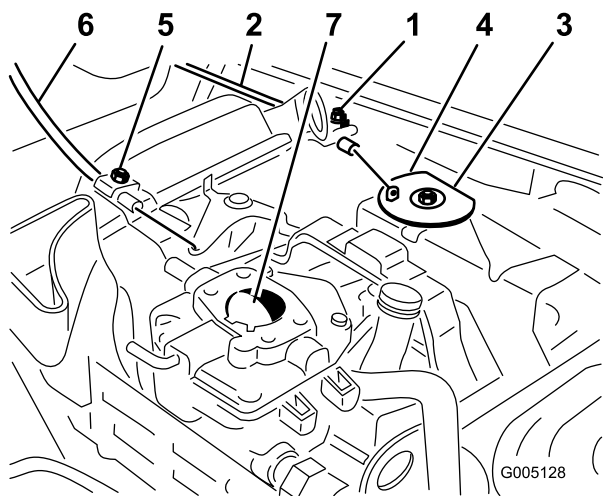

Figura 47
1. Liberte o parafuso que fixa o cabo ao motor (Figura 47).
- Puxe o cabo do acelerador até que a zona traseira da cavilha entre em contacto com o batente (Figura 47).
- Liberte o parafuso que fixa o cabo ao motor (Figura 47).
- Puxe o cabo do ar até que borboleta se encontre completamente fechada e em seguida aperte o parafuso de fixação do cabo (Figura 47).